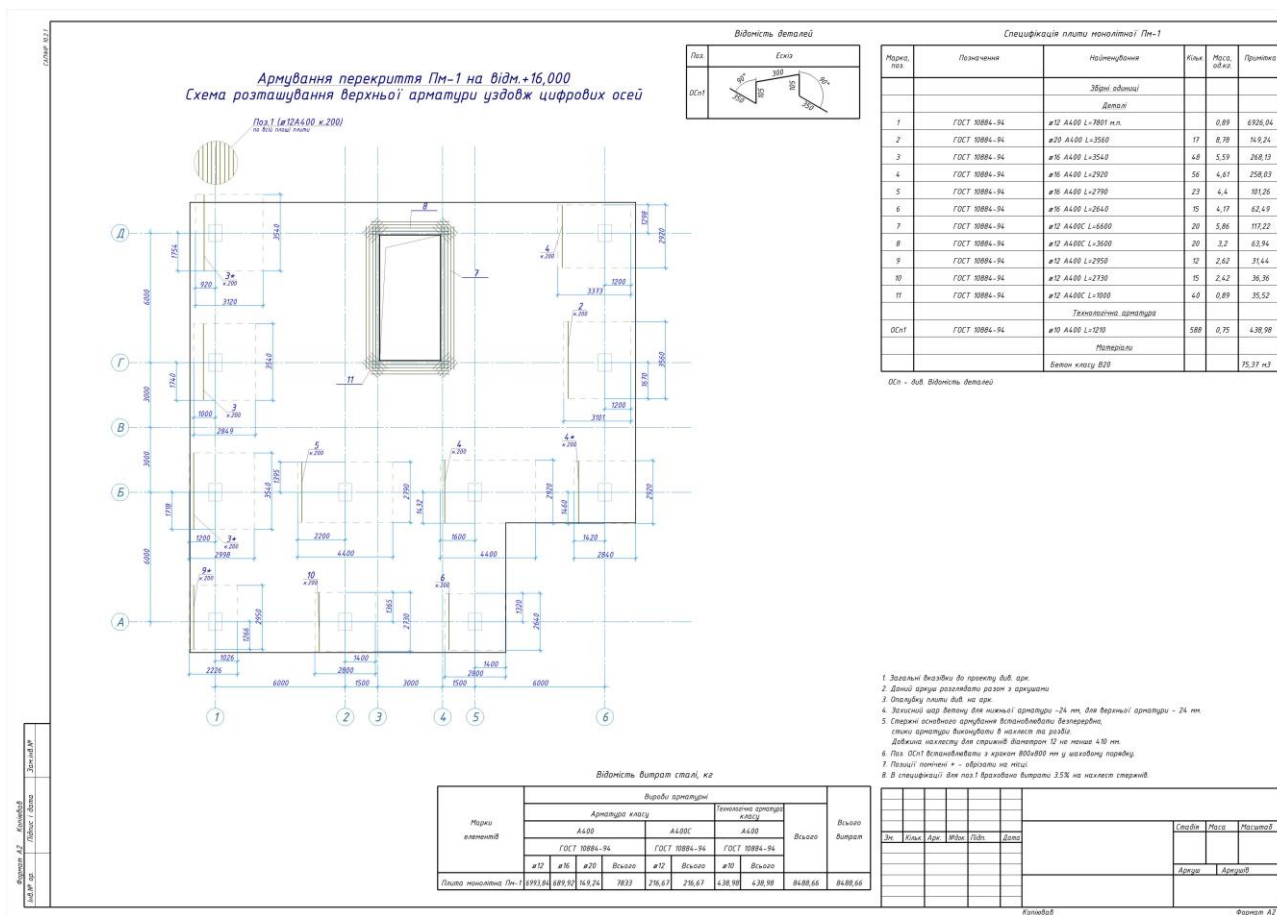

Рис. 23.55. Креслення розташування арматури в плиті перекриття на відмітці +16.000
- Зафіксуйте положення схеми у вільному просторі листа виконавши одинарне натиснення лівою кнопкою миші (рис. 23.55).